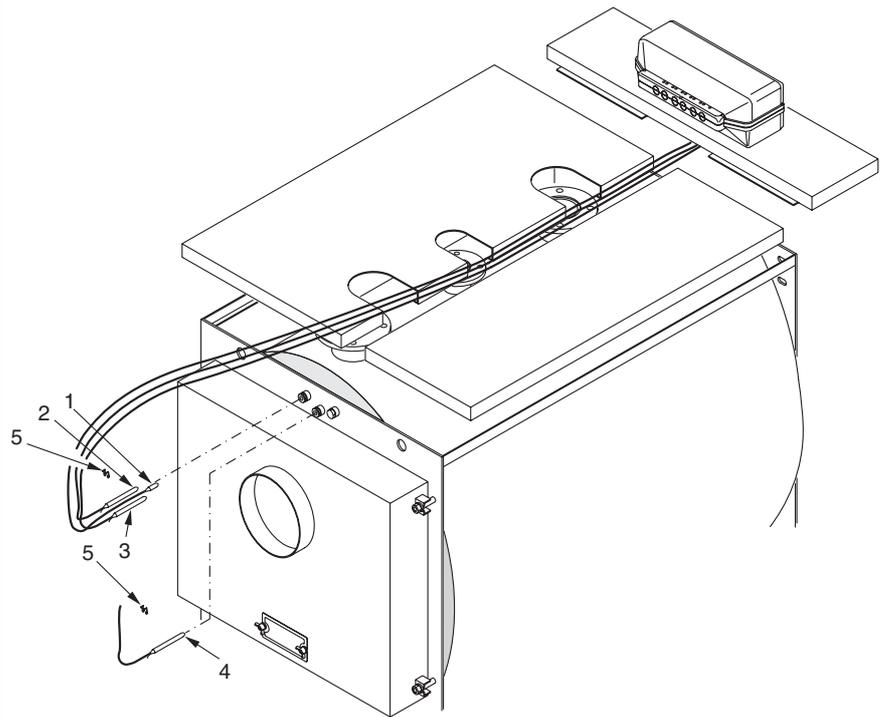

fig. 21
- F) Inserire le sonde degli strumenti nei pozzetti sul lato posteriore della caldaia (sopra la camera fumo) (Rif. fig.21); le sonde del termometro (pos.1), del termostato manuale (pos. 2) e del termostato a cacciavite (pos. 3) dovranno essere inserite nel pozzetto più grande (diametro foro = 15); la sonda del termostato di sicurezza (pos. 4), dovrà essere inserita nel pozzetto più piccolo (diametro foro = 7).